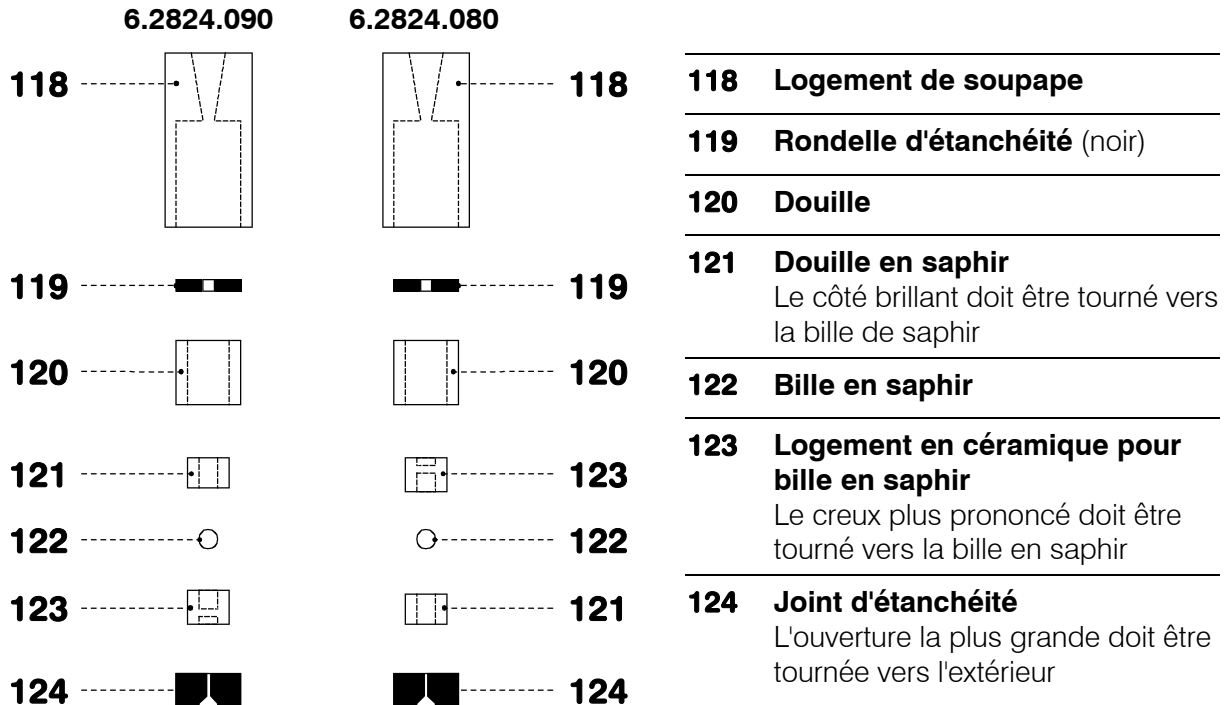

Fig. 21: Composants de la soupape d'admission 113 et de la soupape de refoulement 114
- Si l'encrassement persiste, désassembler les soupapes selon la *fig. 21*. Extraire délicatement les composants de la soupape de leur logement, à l'aide d'une aiguille à seringue à pointe légèrement recourbée, poussée par l'ouverture supérieure du logement de soupape **118**. Rincer les pièces à l'eau distillée et/ou à l'acétone; la bille de saphir est nettoyée avec un chiffon en papier. Assembler ensuite la soupape de nouveau selon la *fig. 21*. Les pièces sont identiques tant pour la soupape d'admission que pour la soupape de refoulement; elles ne se distinguent que par le placement de la douille en saphir **121** et du logement en céramique **123** (cf. *fig. 21*).